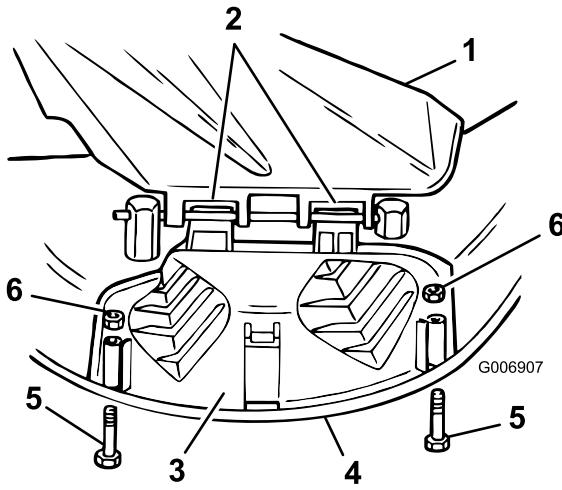

Figure 15
3. Abaissez l'obturateur d'éjection jusqu'au bord inférieur du carter de tondeuse pour fermer l'ouverture (Figure 15).
4. Fixez l'obturateur d'éjection au bord inférieur du carter de tondeuse à l'aide des boulons et des écrous (Figure 15).